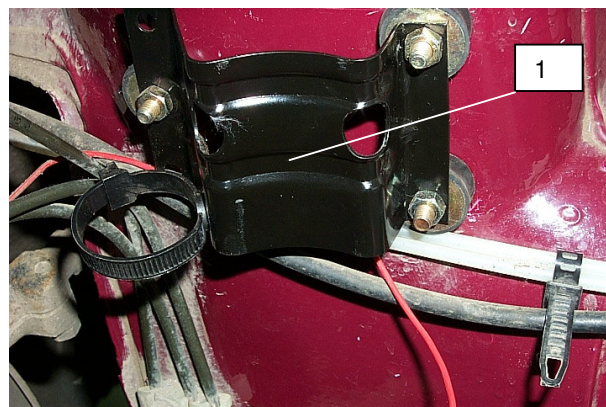

Рис.2
- просверлить по месту 3 отв $\varnothing 8$ мм. См. рис.2